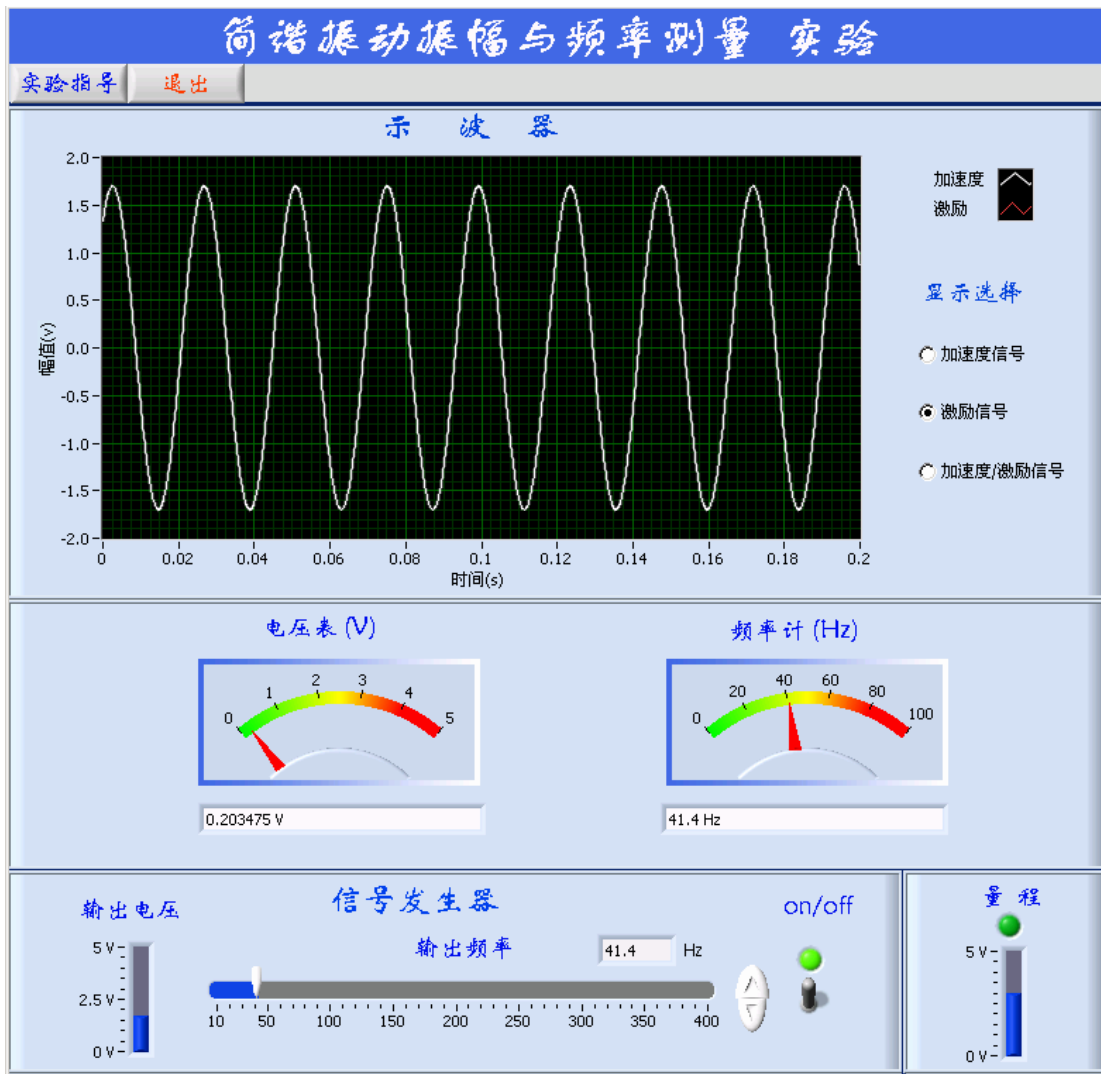

图 3-2 简谐振动振幅与频率测量实验操作界面
3、从“综合振动综合实验系统”对话框（图 2），进入“简谐振动振幅与频率测量”实验操作界面（图 3-2）。